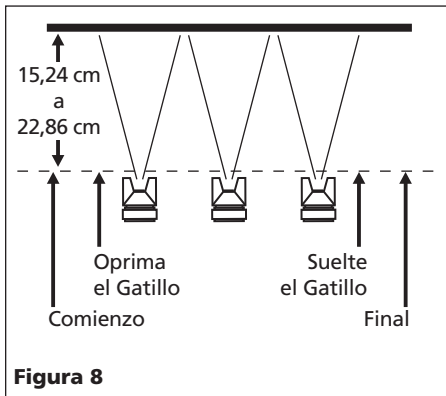

Figura 8
2. "Oprima el gatillo" adecuadamente. Comience a mover la pistola ANTES DE OPRIMIR EL GATILLO y deje de oprimirlo ANTES DE PARAR DE MOVERLA. Este procedimiento le permitirá que el acabado sea parejo sin dejar rastros de donde se unen las diferentes manos de pintura (Vea la Figura 8).